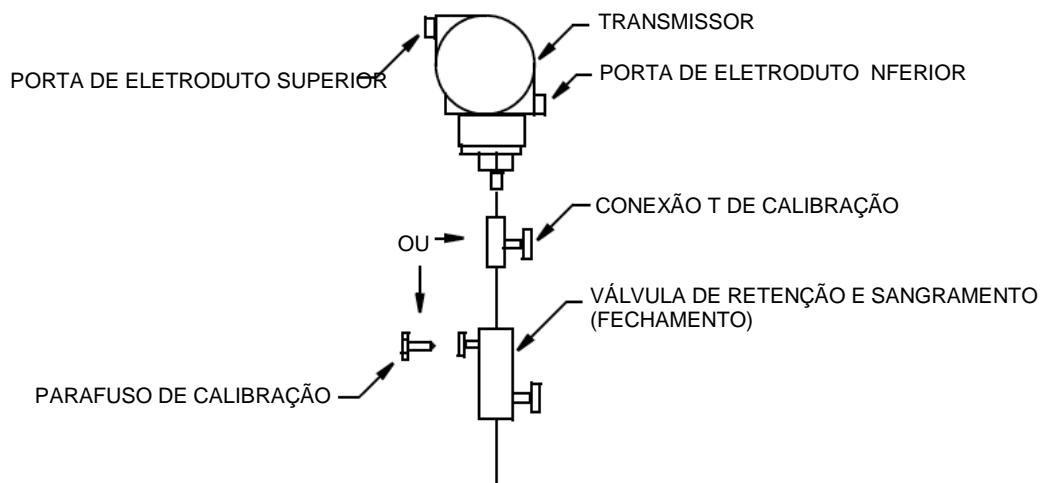

Figura 27. Tubulação Típica do Transmissor (modelo IGP10)
A Figura 27 mostra uma aplicação típica em tubulação. A pressão de alimentação de calibração pode ser aplicada por meio da conexão T de calibração ou parafuso de calibração. A porta de eletroduto inferior pode ser usada como um dreno para o acúmulo de umidade no compartimento do terminal. Para transmissores Modelos IAP20, IGP20, IGP25 e IGP50, aperte os parafusos do conector de processo com torque de 61 N-m (45 lb-ft) e os bujões de drenagem e parafusos de purga com torque de 20 N-m (15 lb-ft).
2. Transmissores IAP10, IGP10, IGP25 e IGP50 montados diretamente na tubulação de processo ou no vaso de pressão, conforme mostrado na Figura 27, podem exigir o uso de uma válvula de fechamento (ilustrada) para cumprir os requisitos das normas ASME Power Piping Código B31.1 e Chemical and Petroleum Piping Código B31.3.